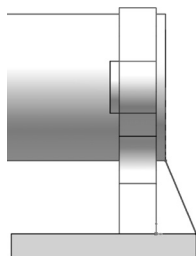

图 13-122 绘制草图 2
**05** 单击“草图”工具栏中的“直线”按钮，绘制草图，如图 13-122 所示。